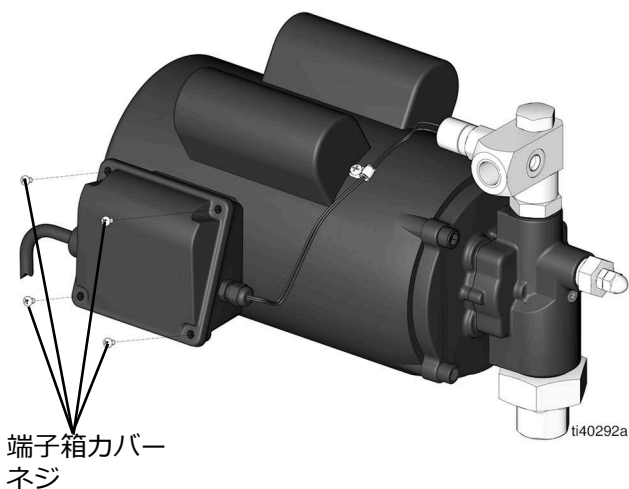

図 22
5. 端子箱カバーのネジ4本を取り外します（図 22）。
14. 端子箱カバーのネジ 4 本を挿入し、締めます (図 22 参照)。